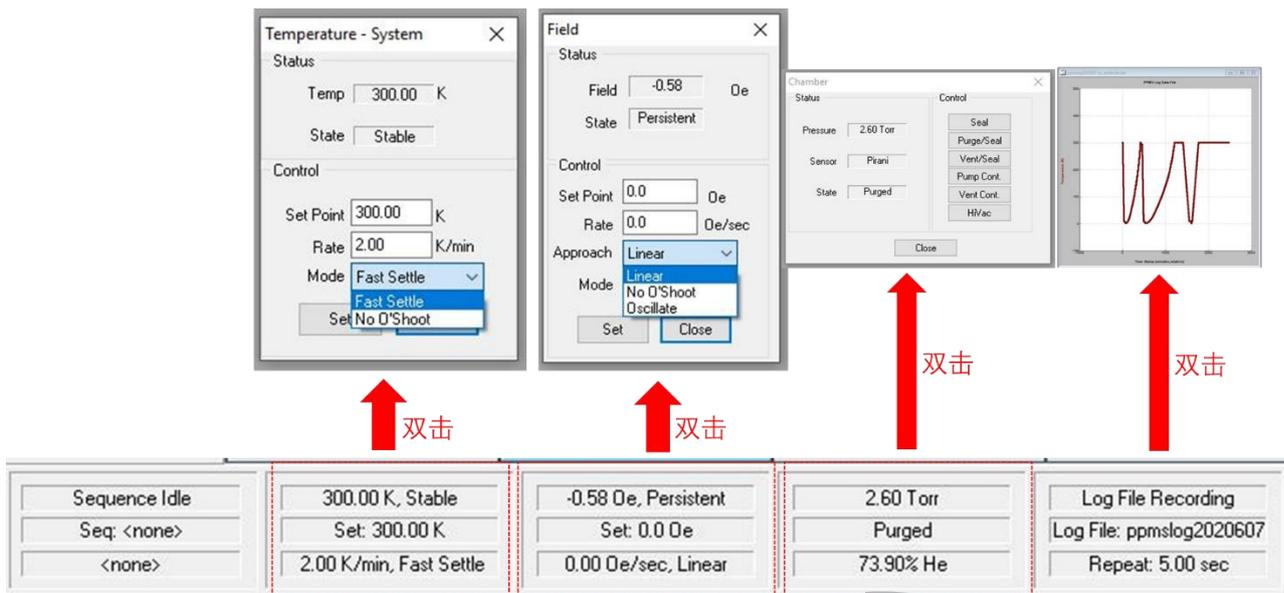

图 6.8 从左到右依次为：设置温度、设置磁场、更改样品腔状态、log 数据；
- 2) 如图 6.8 所示，设定温度：若温度不在 300K，双击红色区域，弹出对话框，‘Set Point’ 设置为 300K，‘rate’ 设置为 5，‘Mode’ 选择 ‘Fast Settle’；设定磁场：若磁场不为零，双击红色区域，弹出对话框，‘Set Point’ 设置为 0，rate’ 设置为 50，‘Approach’ 选择 ‘Linear’，‘Mode’ 选择 ‘Persistent’；待温度和磁场到达目标值，双击样品腔状态区域，弹出对话框，点击 ‘Vent Cont.’，状态变为 ‘Venting’ 后，进行下一步。注意：若系统在 10K 以下快速升温至室温，必须在 300K 保持 30min 以上才能开腔。